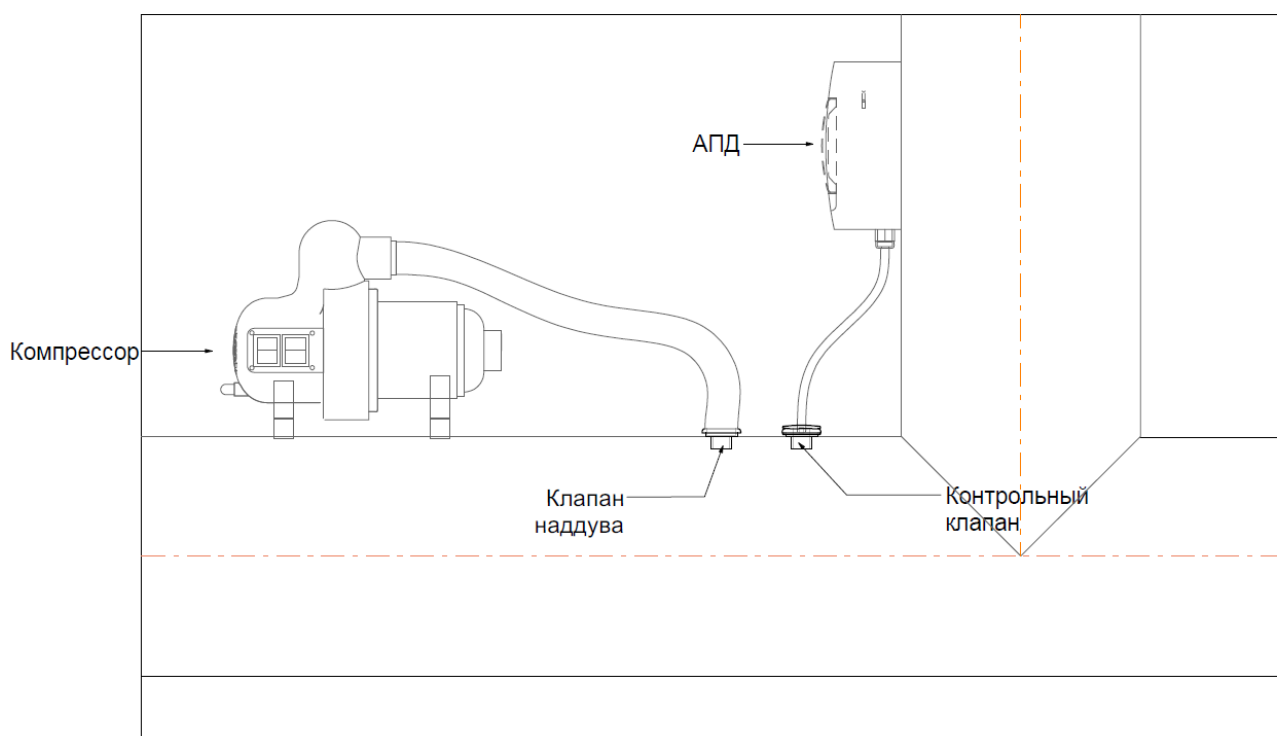

Рис. 2 Электрический компрессор и блок АПД
компрессор подключается к клапану наддува (рис. 2). Блок АПД подключается к контрольному клапану, расположенному рядом с клапаном наддува. При достижении рабочего давления, блок АПД отключает электрический компрессор. При снижении давления, ниже рабочего, АПД снова запускает подкачку компрессора. Со стороны электрического компрессора при наддуве шланг необходимо подключать к клапану, расположенному на верхней части корпуса; при спускании ПКП – к клапану, расположенному сбоку на корпусе. Электрический компрессор и АПД должны быть подключены к сети электропитания в течение всего времени эксплуатации ПКП. Допускается перерыв в электропитании, связанный с ремонтными работами, не более 10 минут, и связанный с аварийной ситуацией или с ситуацией природного характера не более, чем на 3 часа.
6.2. Найти технологическую шторку, за которой находятся клапан наддува и контрольный клапан (рис. 2). Освободить клапаны от посторонних предметов, грязи и пыли.